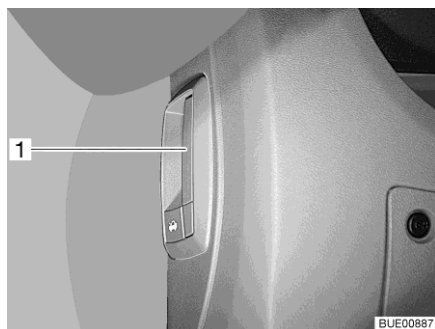

Bild 50 Låsspak motorhuv (inne i fordonet)
- Dra i spaken (Bild 50,1) under till vänster eller vid sidan om instrumentbrädan.